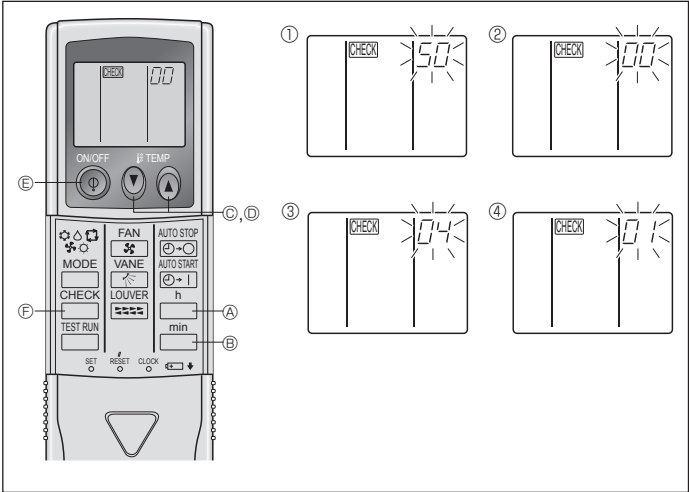

Fig. 6-10
2) Pour la télécommande sans fil (Fig. 6-10)
- ① Accéder au mode de sélection des fonctions